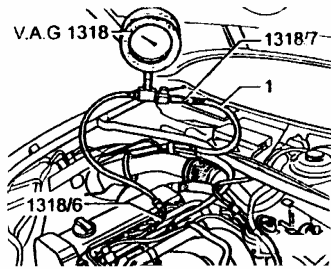

图 3-30 连接压力测试仪
(2) 用适配器 1318/6 和 1318/7 将压力测试仪 V.A.G1318 与燃油供油管 and 燃油分配管相连接。如图 3-30 所示。